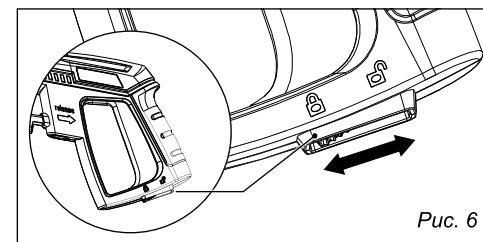

Рис. 6
■ Моечный пистолет оборудован защитой от случайного нажатия (рис. 6).